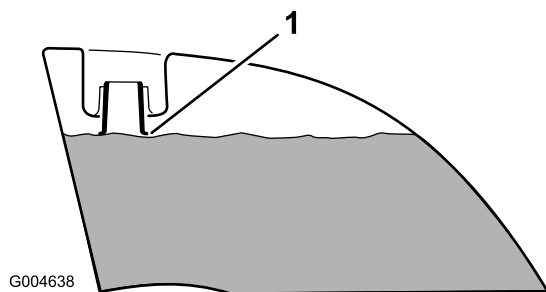

Figure 39
4. Remplissez les deux réservoirs de carburant jusqu'à ce que le niveau atteigne de la base du goulot de remplissage (Figure 39). **Ne remplissez pas excessivement les réservoirs de carburant.**